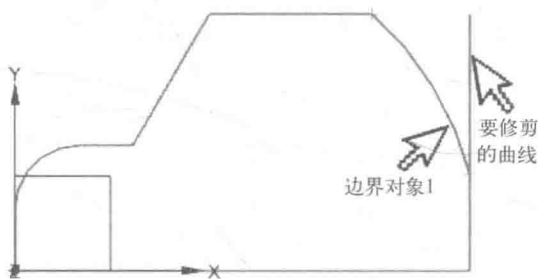

图 1-1-41
(3) 按照图 1-1-39 所示的顺序选择【要修剪的曲线】和【边界对象 1】，在选择【边界对象 1】时将带状工具条中的对象捕捉全部关闭，如图 1-1-40 所示，然后单击 **应用** 按钮，完成第三次修剪，修剪结果如图 1-1-41 所示。